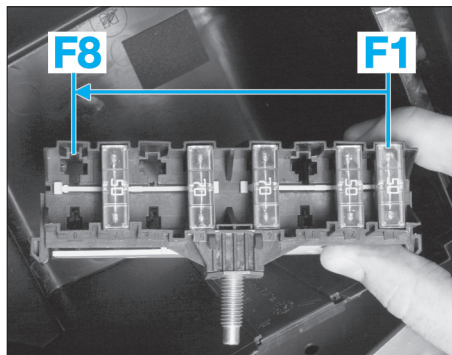

FIG. 1
- module situé sous le boîtier intégrant les maxi-fusibles (Fig.1),
Affectation des Maxi-fusibles dans la boîte à fusibles compartiment moteur (Fig.1)